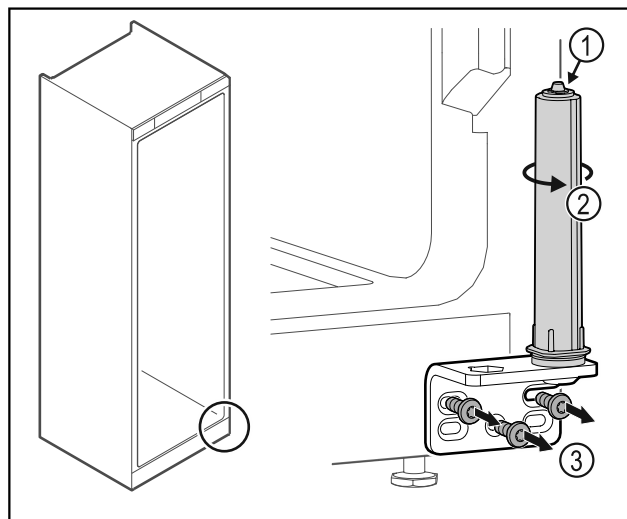

Fig. 42
- Non disassemblare il sistema di chiusura della porta Fig. 42 (1).
- Ruotare il sistema di chiusura Fig. 42 (2) finché non si innesta con un clic.
- Svitare la cerniera angolare Fig. 42 (3).